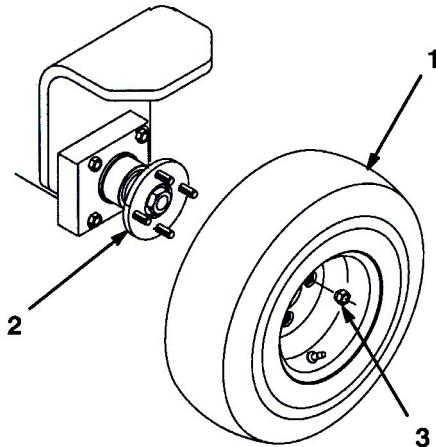

図1
1. 後ホイール・ハブにホイール・アセンブリを取り付ける(図1)。
2. ラグ・ナットを取り付けて(図1)、3~5 N.m (6.2 ~ 9.0 kg.m) にトルク締めする。